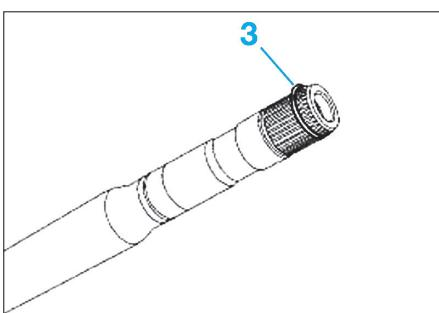

Fig. 6
- Déposer le circlip (3) en bout de transmission (**Fig.6**).